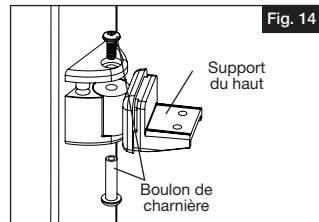

Fig. 14
- Enlever les boulons de charnière des supports du bas. Puis, enlever les supports des bases de support, et insérer les supports dans chaque extrémité de la lisse (Fig. 14).